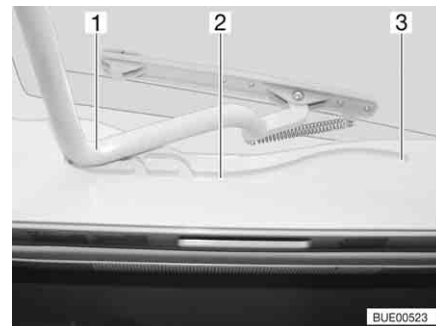

Fig. 18 Oblò inclinabile, guida
- Tirare la staffa (Fig. 18,1) nelle guide (Fig. 18,2) fino alla posizione più all'indietro (Fig. 18,3).
- Spingere la staffa (Fig. 18,1) leggermente verso l'alto con ambedue le mani.
- Tirare la staffa nelle guide (Fig. 18,2) fino alla posizione desiderata.